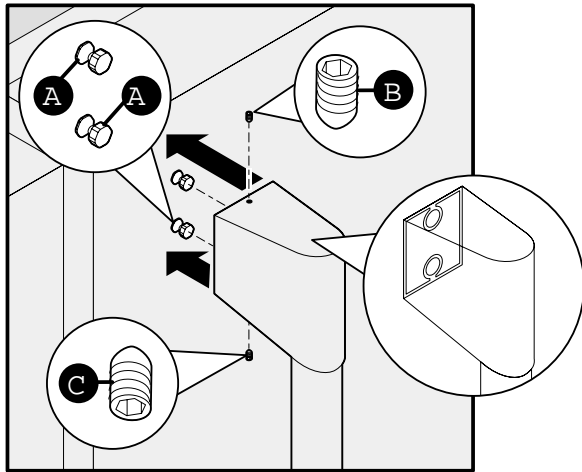

Figure 1
2. Placer les poignées sur les boulons à épaulement préinstallés (A) qui sont serrés dans la porte en quatre positions.
3. Pendant que vous soutenez la poignées et regardez le capot de bout supérieure, serrez la vis creuse supérieure (B) avec la clé hexagonale fournie et puis serrez la vis creuse inférieure (C). Voir Figure 1.